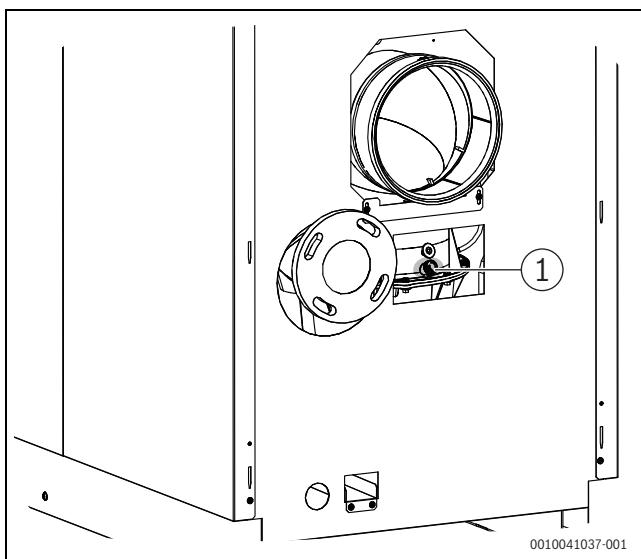

Рис. 38 Выполнить замеры
- ▶ Введите измерительный датчик через отверстие для измерений в коллекторе дымовых газов (→ Рис. 38, стр. 33), держите его в центре потока и проверьте содержание CO₂.
- ▶ Введите измерительный датчик через отверстие для измерений в дымовой трубе (→ Рис. 38, стр. 33), держите его в центре потока и проверьте содержание CO₂.